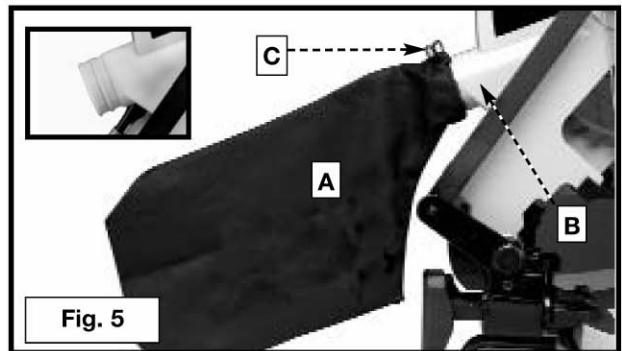

Fig. 5
Fixe o coletor de serragem (A) Fig. 5. ao cano de serragem (B). certifique-se de que o anel de ferro (C) esteja preso à fenda do cano (ver suplemento).